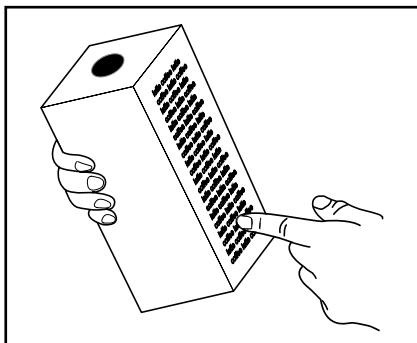

Рис. 1
- Хранить упаковки с концентратами кофе или чая согласно информации на упаковках. (Рис. 1)